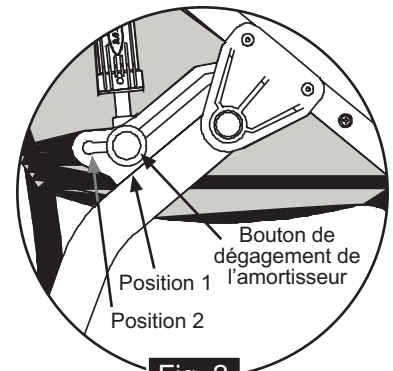

Fig. 2
2. LE BRAS PIVOTANT : Faites tourner le bras pivotant de l'avant de la poussette jusqu'à ce que les amortisseurs se mettent en première position (Fig. 2). Chaque goupille d'arrêt produit un déclic lorsque l'amortisseur se place dans cette position.